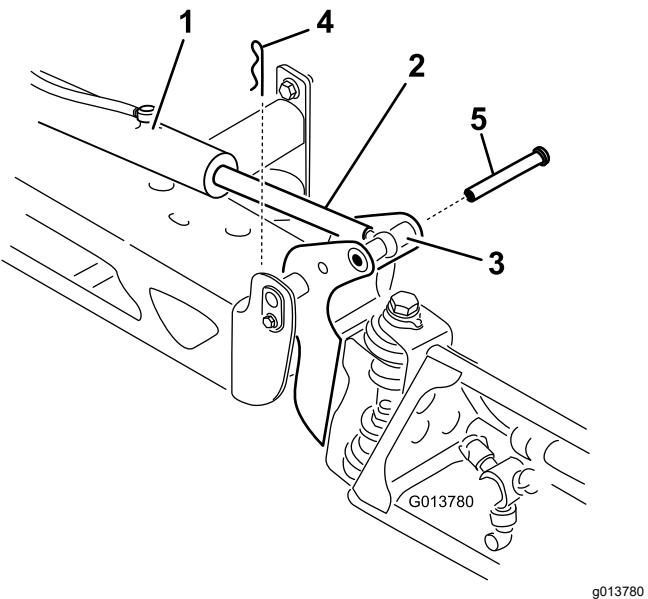

Bild 74
- Nehmen Sie die Splint vom Lastösenbolzen ab (Bild 74).
- Heben Sie den Abschnitt an und nehmen Sie den Lastösenbolzen ab, senken Sie den Abschnitt dann langsam auf den Boden ab (Bild 74).
7. Stützen Sie den Sprühabschnitt ab und stecken Sie den Lastösenbolzen durch das Auslegerscharnier und die Aktuatorstange (Bild 74).